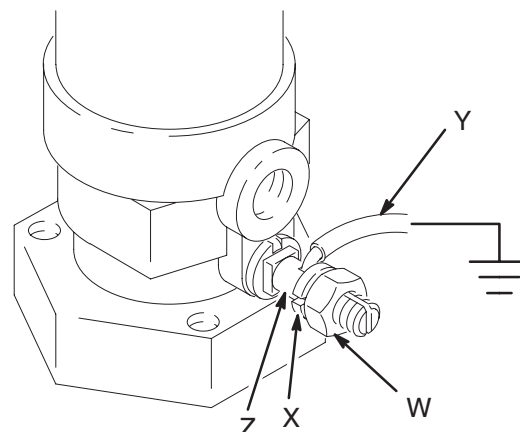

Fig. 2
1. Løsne jordingsstiftens låsemutter (W) og skive (X). Stikk den ene enden av en jordledning (Y) med en YD på minst 1,5 mm² inn i sporet i stiftene (Z). Trekk låsemutteren (W) godt til. Se Fig. 2.